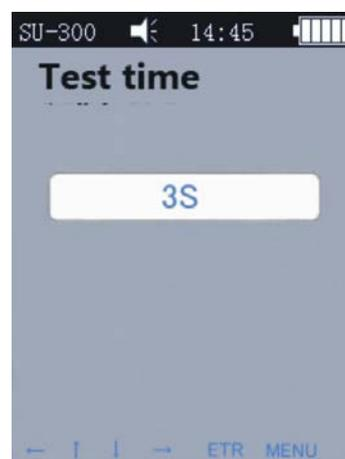

Imagen 7-5-6
**Tiempo de la medición:** configurar el tiempo deseado de la medición mediante las teclas [←] [↓] [→] [↑], a continuación, presionar la tecla [ETR] para confirmar y [MENU] para salir de la pantalla (ver la Imagen 7-5-6). Más bajo es el valor, más alta es la velocidad. Conforme a la instrucción general, si la carga de medición es alta, ajustar el valor más alto.